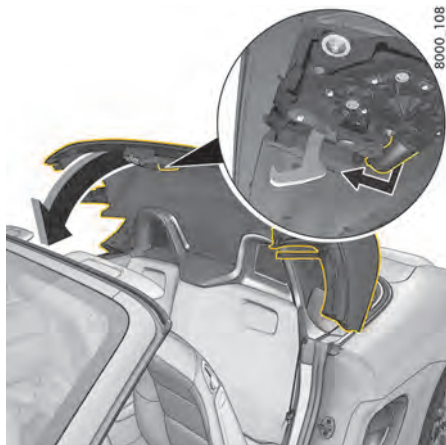

図 65: コンバーチブルトップをフロント ウィンドウのフレームに引き寄せ
- 4 コンバーチブルトップのコンバーチブルトップモーター部(図.65)を手でつかみ、フロント ウィンドウ フレームに引き寄せてください。